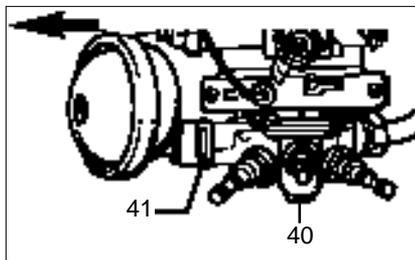

Fig.4
- Désembroûtez le dispositif en tirant dans le sens de la flèche (fig. 4).